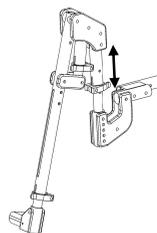

fig. 22: Inserimento/Disinserimento tubo poggia gamba
* **Versione verticale elevabile e telescopica** (fig. 22)